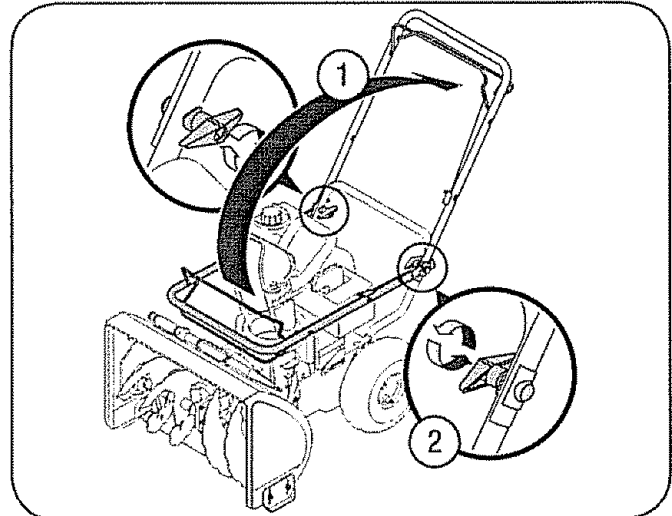

Figura 2
3. Soltar la perilla de ala y la etiqueta en cada lado del mango. Ver la Figura 2.
4. Curva que procura no o vuelta los cables, sostenga ambos mandos contra el mango superior y tire como mostrado en el Paso 1 de la Figura 2. Asegúrese que las cerraduras de mango superiores sobre el mango inferior y etiquetas de mango se alinean con el mango. Usted debería maniobrar con cuidado el mango superior para limpiar la asamblea de tolva.
5. Apretar las perillas de ala en cada lado del mango. Refiérase al Paso 2 en la Figura 2.